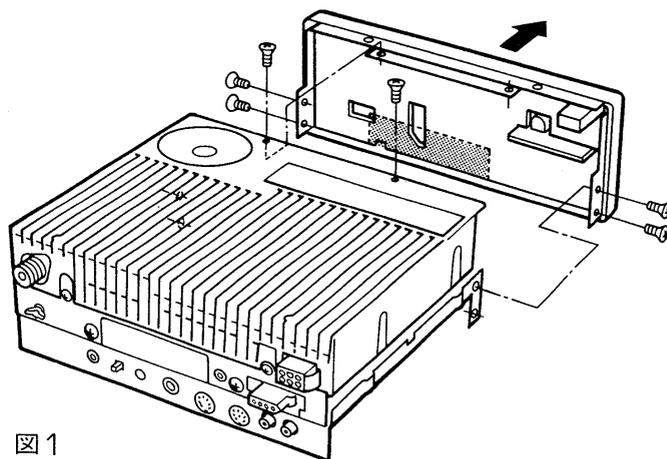

図1
(図1参照)
- ①上カバーと下カバーを取り付けている16本のネジを外します。(図1参照)
- ②上カバー側がPAユニット、下カバー側がMAINユニットです。
(図1)